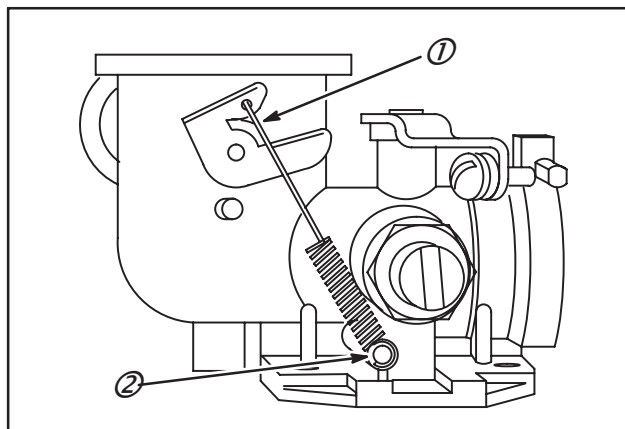

Fig. 162
NOTE : Sur le Modèle à vilebrequin vertical 92500 (Type 0600 et inférieur), accrocher la boucle étroite sur l'ergot du corps de carburateur (2) et la boucle large sur le levier de l'axe de starter (1), Fig. 162.